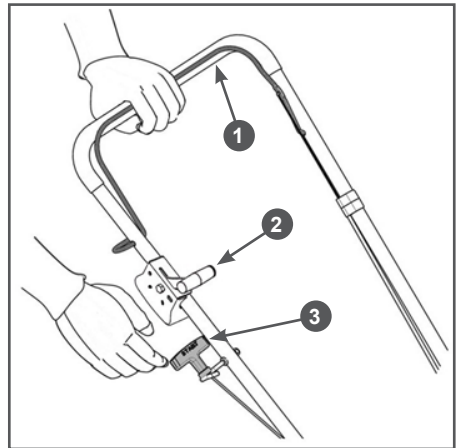

Рис. 11 Запуск двигателя
Перед запуском двигателя, несколько раз задействуйте рычаг 1 остановки двигателя (Рис. 11). Убедитесь, что трос остановки двигателя движется свободно, и что рычаг остановки двигателя работает должным образом.
3. Нажмите и удерживайте рычаг 1 остановки двигателя левой рукой (Рис. 11).
- Отпустите рычаг 1 остановки двигателя (Рис. 11).